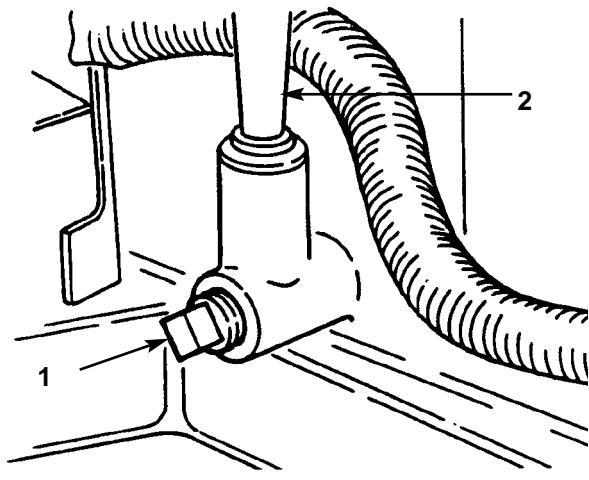

Fig. 33
4. Mettete una bacinella sotto il tubo di riempimento/dell'asta di misurazione del livello dell'olio, e togliete il tappo di spурго (Fig. 33).